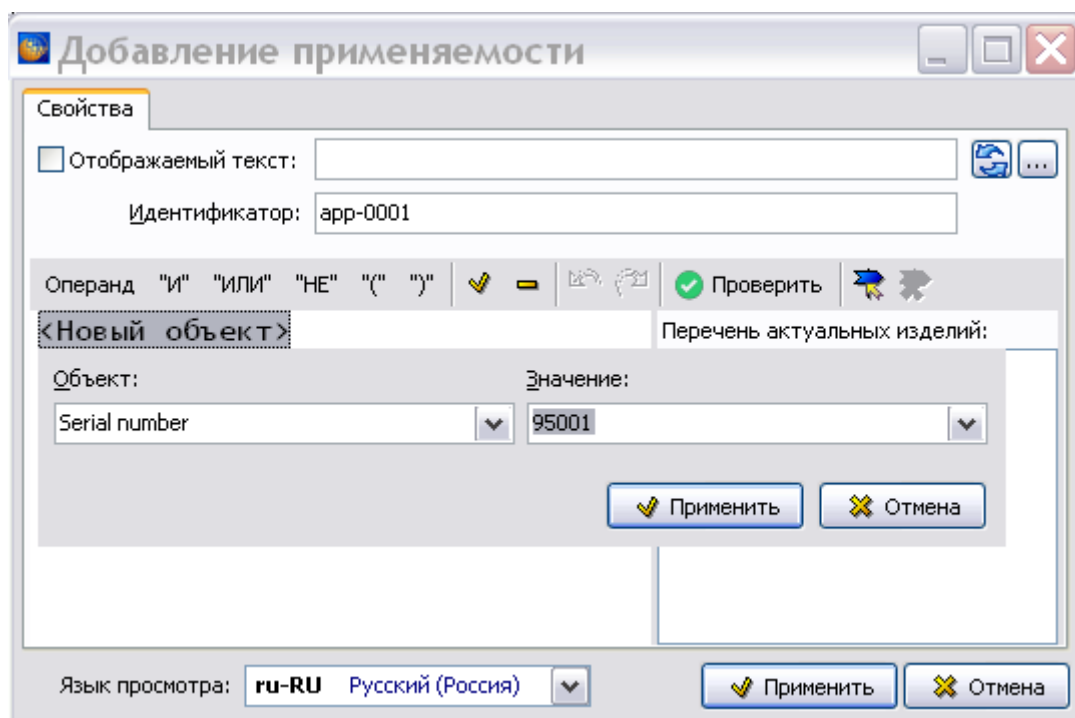

Рис. 22.87
5. В выпадающем списке поля **Объект** выберите атрибут или условие. В выпадающем списке поля **Значение** выберите значения атрибута/условия (Рис. 22.87).